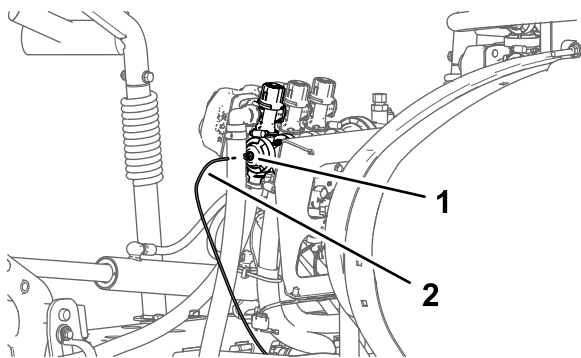

Figura 29
1. Presione el anillo del acoplamiento del tubo en el tapón extremo de la válvula de sección del brazo derecha (Figura 29).
2. Tire del tubo del sensor de presión del indicador del salpicadero para sacarlo del acoplamiento del tubo (Figura 29).